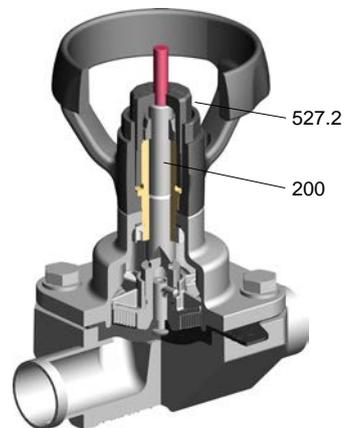

Figura 8: SISTO-C HV.510/520
1. Portare la valvola nella posizione desiderata, girare verso destra il manicotto di regolazione [527.2] fino all'arresto sull'asta [200] (vedere figura 8).